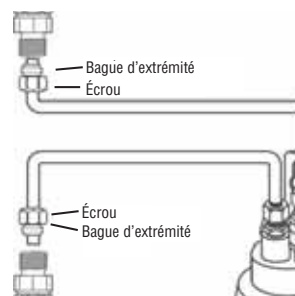

Figure 10
10. Raccorder les deux bouts du tuyau du filtre et au tuyau d'eau à l'aide des raccords à compression. **Ne pas trop serrer les écrous** (figure 10).